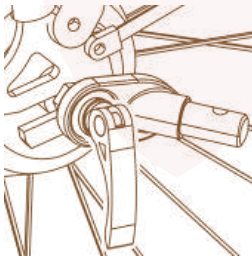

Figure 11
1. Essieu à Dégagement Rapide: Retirez le dégagement rapide du côté gauche de l'essieu arrière du vélo. Installez le support de fixation entre le dégagement rapide et le cadre. Serrez le dégagement rapide en suivant le manuel du fabricant du vélo. Le support de fixation peut rester sur le vélo une fois la remorque retirée (Figure 11).